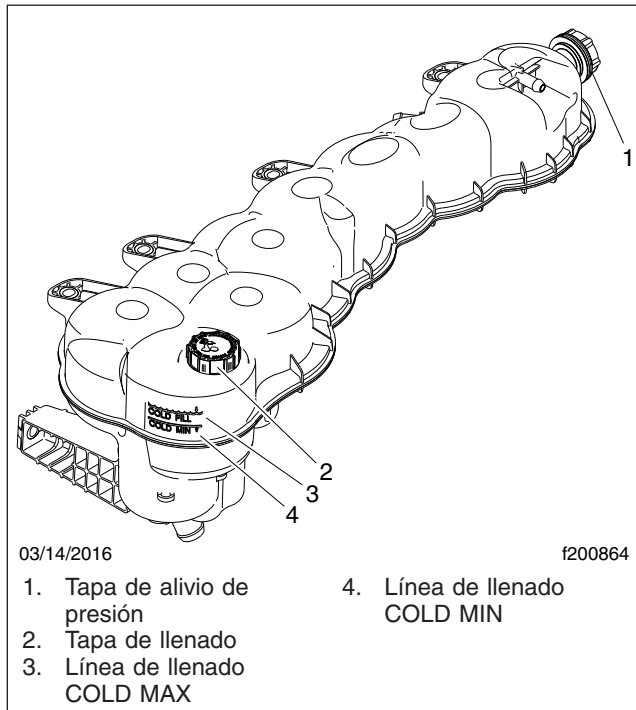

Figura 23.6, Tanque de compensación del líquido refrigerante
5. Compruebe el nivel de líquido refrigerante del tanque de compensación. Vea la **Figura 23.6**.